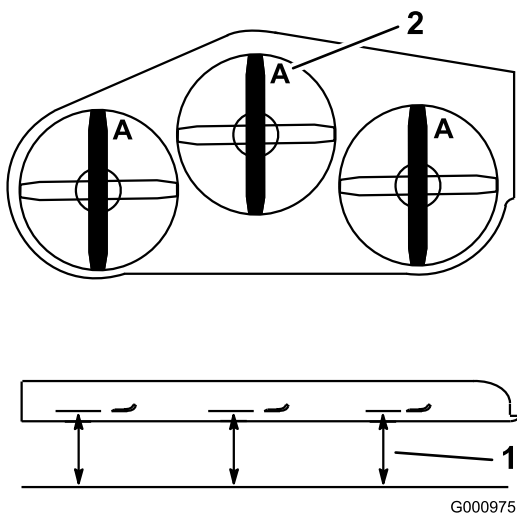

Bild 79
3. Drehen Sie die Schnittmesser, bis die Enden nach vorne und hinten gerichtet sind. Messen Sie von einer ebenen Fläche bis zu den Schnittkante (Position A) der Messer (Bild 79). Notieren Sie diesen Wert.